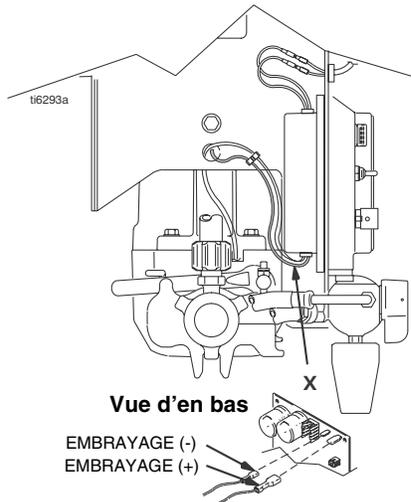
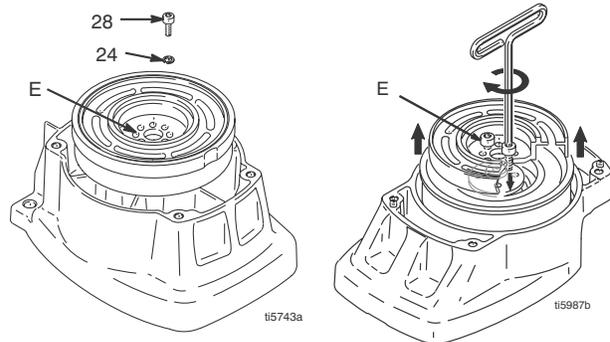

FIG. 4
FIG. 6
1. Si le pignon (29) n'est pas séparé du carter d'embrayage (19), effectuer les opérations 2 à 5, sinon effectuer l'opération 2, puis reprendre au point 6.
3. FIG. 4 Débrancher les connecteurs d'embrayage.
- a. Enlever les deux vis (71) et rabattre le boîtier (130a) vers le bas.
- b. Retirer le protège-cordon (171).
- c. Débrancher les connecteurs d'embrayage (X).
5. FIG. 6. Placer le carter de pignonnerie (29) sur un établi avec le rotor orienté vers le haut.
6. Enlever les quatre vis (28) et les rondelles (24). Introduire deux vis dans les trous taraudés (E) du rotor. Serrer alternativement les vis jusqu'à ce que le rotor sorte.
12. FIG. 6. Placer le carter de pignonnerie sur un établi avec le rotor orienté vers le haut
13. Enduire les vis de Loctite. Mettre les quatre vis (28) et les rondelles d'arrêt (24). Serrer alternativement les vis à 125 in-lb jusqu'à ce que le rotor soit solidement fixé.
14. Emboîter la pignonnerie (29) dans le carter d'embrayage (19e). Tapoter sur la partie avant du corps de palier (40) avec un maillet en plastique pour monter les carters d'entraînement et de pignonnerie sur le carter d'embrayage.
15. Fixer la pignonnerie avec les cinq vis (36) et les rondelles (37).
16. FIG. 4. Brancher les connecteurs d'embrayage (X) sur la carte.